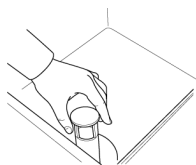

Fig.38
- 5- Ouvrir la porte et enlever le trop-plein. (Fig.38)